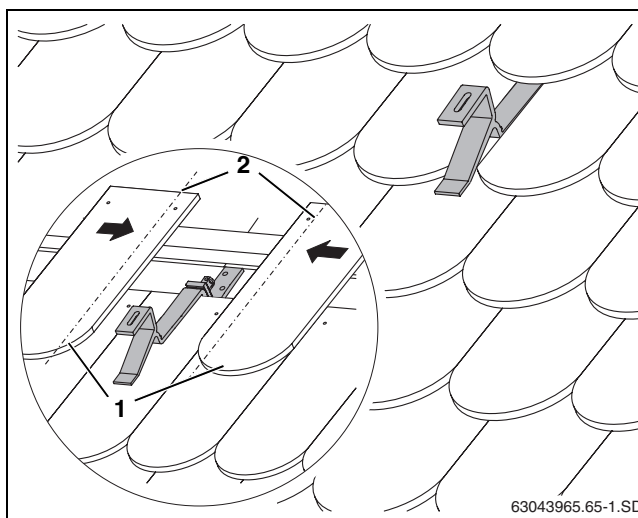

Рис. 19 Кровельный крюк на крыше, покрытой черепицей
- ▶ Обрежьте примыкающую плоскую черепицу (рис. 19, [1]) по штриховой линии, рис. 19, [2]).